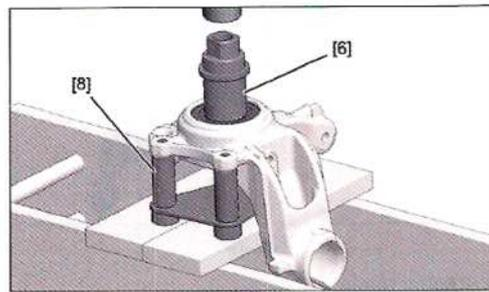

FIG. 37
- Reposicionar la jaula interior (2).
- Poner la mangueta sobre el útil [8] (Fig.37).